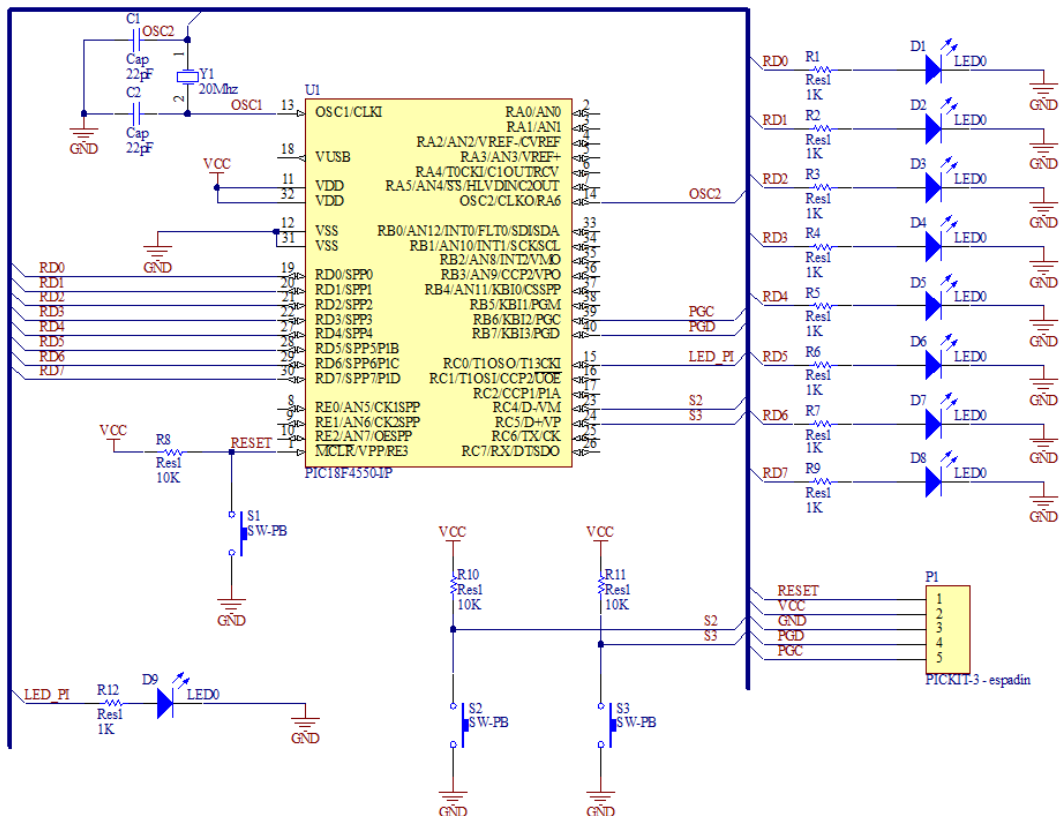

Figura 5: Circuito para manejo de E/S PIC18F4550
1. Implemente el circuito de la Figura 5 en un project board.
En la Figura 5 se puede apreciar el diagrama implementado en una protoboard.